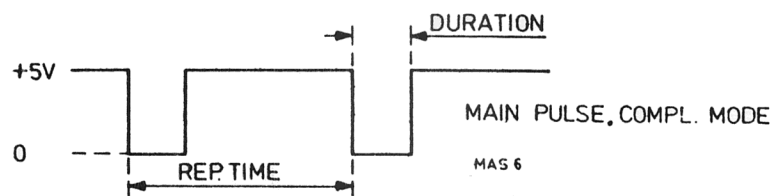

Fig. VI-3 : Impulsion principale, mode complémentaire PM 5705
- Enfoncer le commutateur COMPL et observer une impulsion complémentaire similaire à la fig. VI-3.